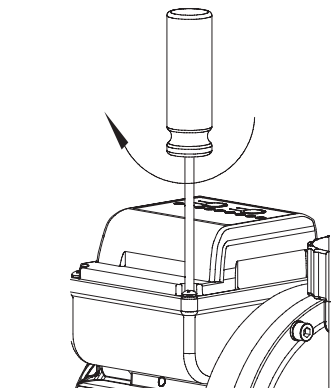

Abbildung 7 /
1. Schalten Sie das Gerät ein, wenn die LED nicht rot aufleuchten. (Abbildung 7)